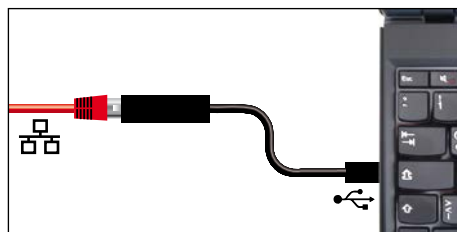

Fig. 8 Ethernet-USB-konverteringsenhed
- ▶ USB-Ethernet-konverteringsenhed (Fig. 8). Så er det muligt at forbinde enhedens Ethernet-tilslutning (se side 12) med USB-tilslutningen på en PC/bærbar computer.